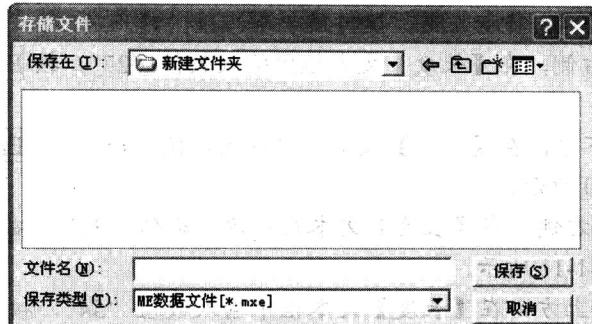

图1-16 【存储文件】对话框
4. 选择【文件】/【保存】命令，或者直接单击【标准工具栏】中的**□**按钮，如果是第一次保存文件，则弹出【存储文件】对话框，如图1-16所示。